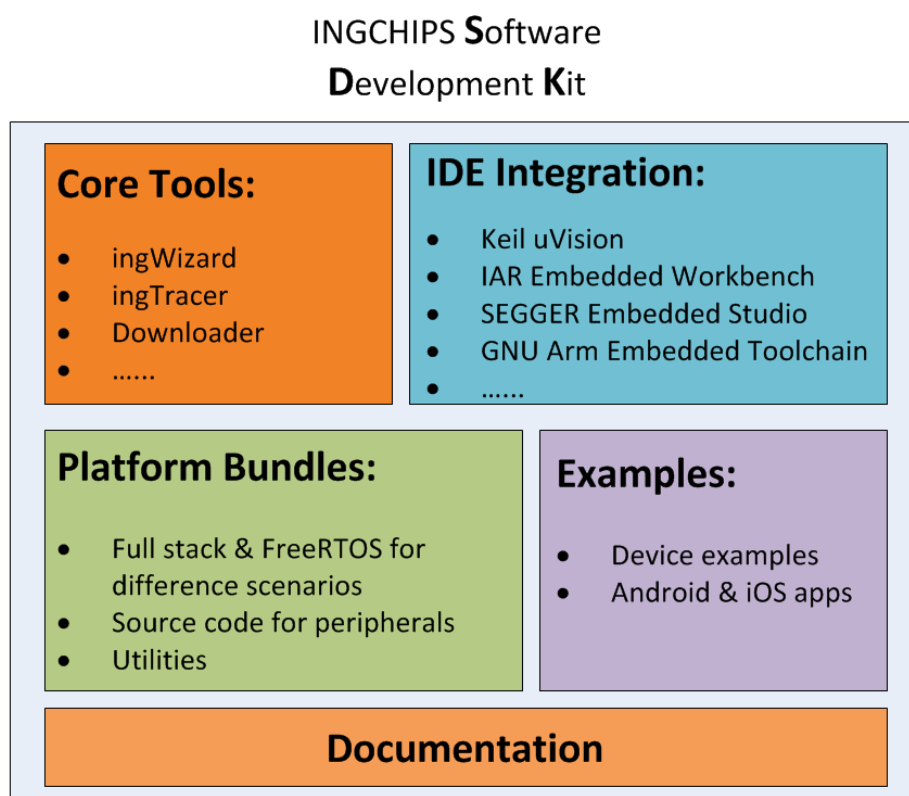

图 1.1: SDK Overview
*INGCHIPS* 软件开发工具包包含以下主要组件（图 1.1）：